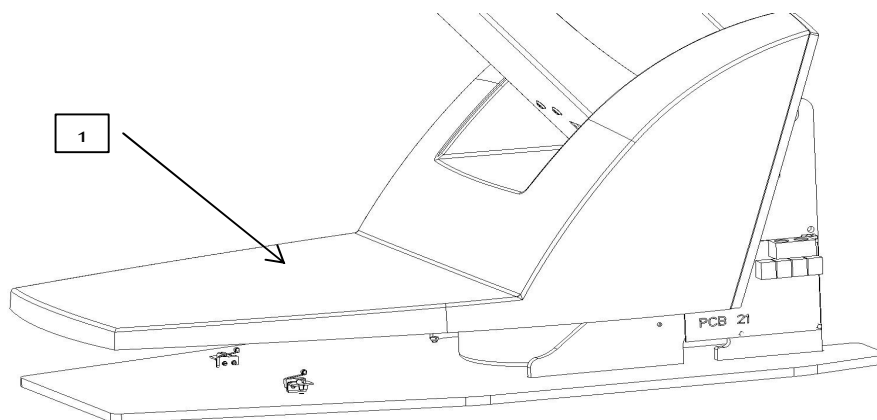

рис.7
Крышка основания (1) см.рис. 7 имеет функцию предохранительного выключателя. Если при движении вверх по направлению вниз будет препятствие (напр.нога обслуживания) на передней крышке основания, движение кресла по направлению вниз остановится и кресло поднимется вверх прилбл.на 5 мм. После удаления препятствия кресло способно следующей деятельности.